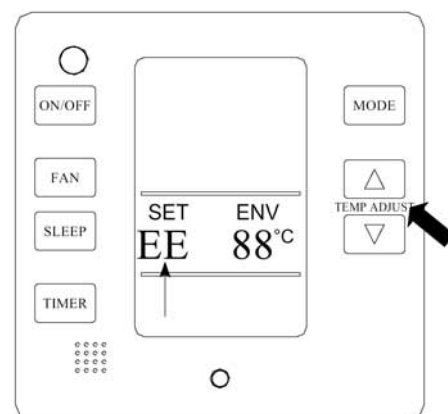

Fig. 7 Bloqueo de Panel
ATENCIÓN: Protección de panel: Pulsando al mismo tiempo los botones anteriores conseguiremos bloquear el control de pared. Ningún botón funcionará en este momento y el aire acondicionado solo funcionará a las instrucciones del control remoto. Pulsado de nuevo estos botones cancelaremos dicha protección. (Fig. 7)
4. Función Nocturna SLEEP (Fig. 7)